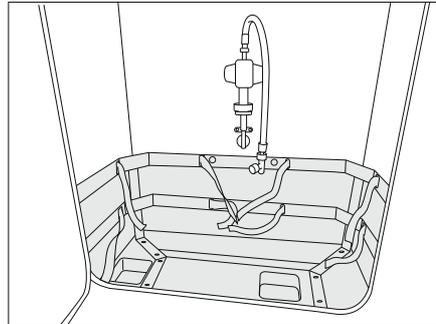

Bild 166 Gaskasten
- Wenn ein Schutzblech vorhanden ist, das Schutzblech (Bild 166,1) nach unten klappen.
- Den Schlitten (Bild 166,3) über den Griff (Bild 166,2) entriegeln.
- Schlitten (Bild 166,3) bis zum Anschlag herausziehen.
- Griff (Bild 166,2) zurückdrehen.
- Schlitten (Bild 166,3) bis zum Anschlag einschieben und Griff (Bild 166,2) zurückdrehen.
- Wenn ein Schutzblech vorhanden ist, das Schutzblech (Bild 166,1) nach oben klappen.